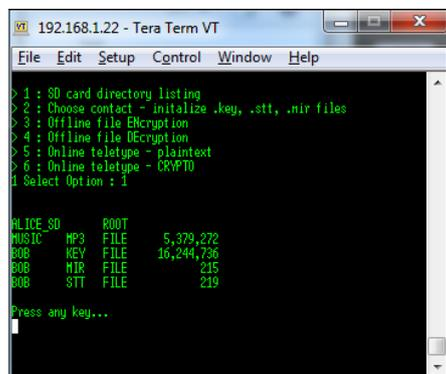

Figure 4. Sélectionnez l'option 1 pour lister le contenu du répertoire *root*.
4. Elle affiche le contenu du répertoire *root* (option 1, **fig. 4**).